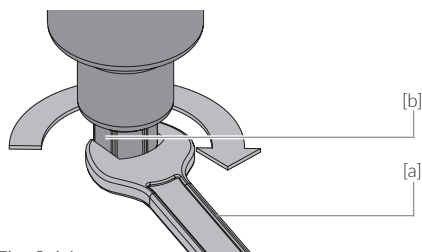

Fig. 9.16
- / Fig. 9.16 : Saisir les méplats de l'écrou d'entretien [b] à l'aide d'une clé à fourche SW27 [a],